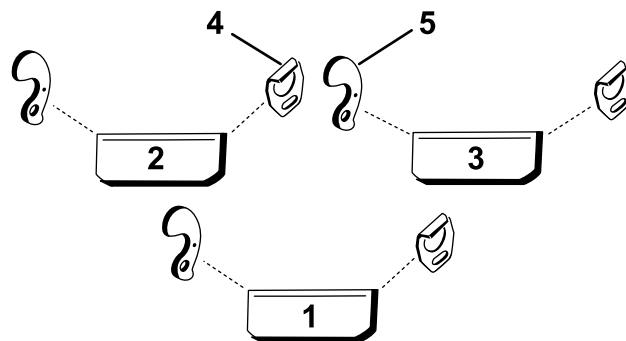

Figura 3
2. Utilize Figura 3 para determinar os locais em que as montagens do guia ou do suporte têm de ser montadas na estrutura da carroçaria da unidade de corte.